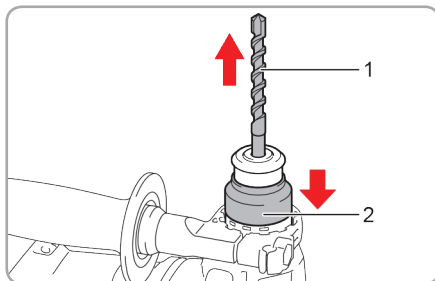

Fig.9
- Trageți și mențineți manșonul mandrinei SDS Plus (2) (vezi Fig.9);
- Cu manșonul mandrinei tras, scoateți accesoriul (1) din rotoperculator, apoi eliberați-l.